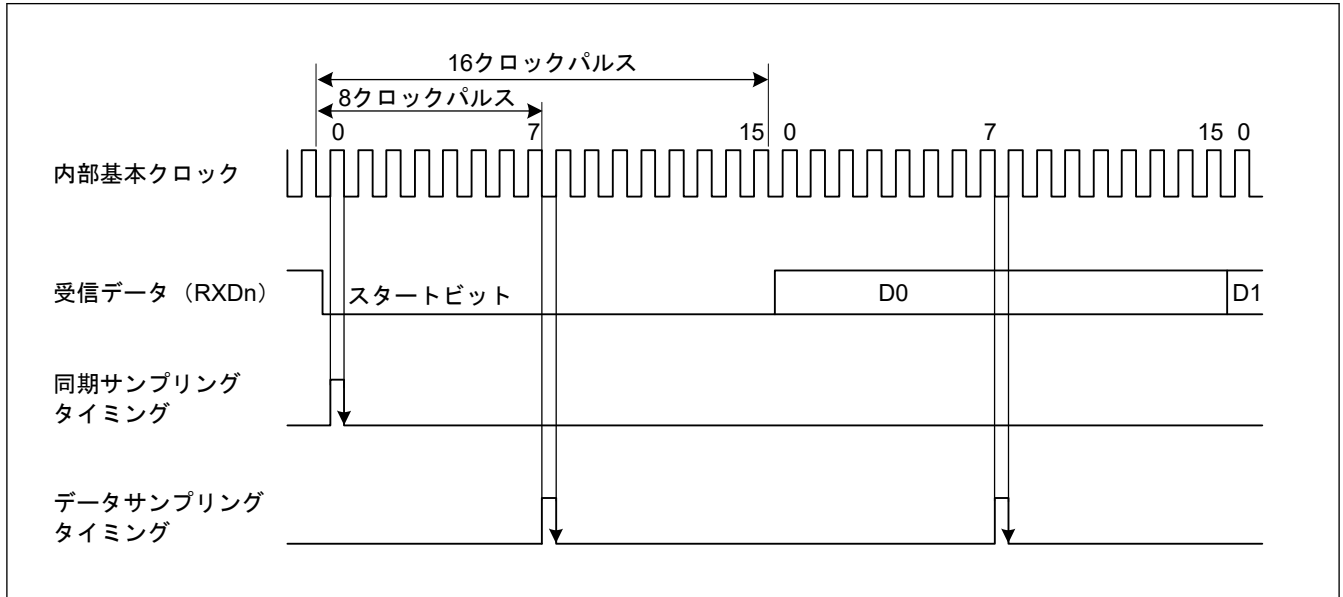

図 25.3 調歩同期式モードでの受信データサンプリングタイミング
また、図 25.3 に示すように、受信データは基本クロックの 8 パルス目(注1)の立ち上がりエッジでサンプリングされるため、各ビットの途中でデータが取り込まれます。調歩同期式モードでの受信マージンは以下の式 (1) のように表すことができます。